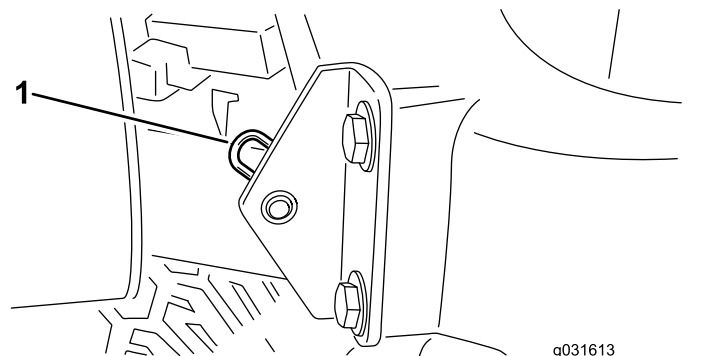

Bild 40
2. Entfernen Sie den Splint, mit dem das Gelenk der Motorhaube an den Befestigungshalterungen befestigt ist (Bild 40).